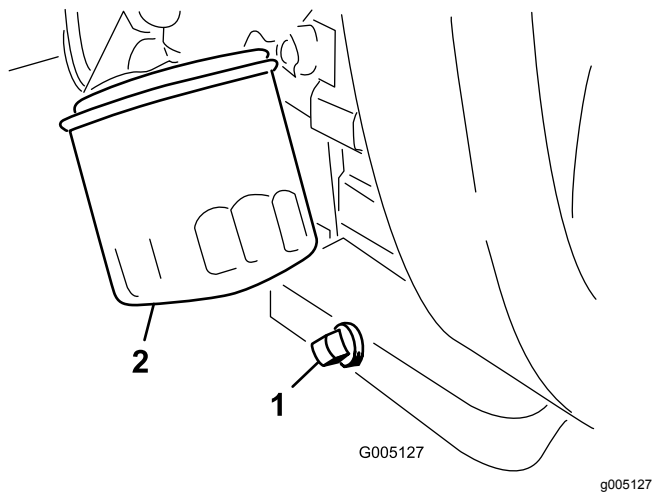

Bild 39
1. Entfernen Sie die Ablassschraube (Bild 39) und lassen Sie das Öl in die Auffangwanne ab. Schrauben Sie die Ablassschraube wieder ein, nachdem das Öl abgelassen ist.
2. Entfernen Sie den Ölfiter (Bild 39).